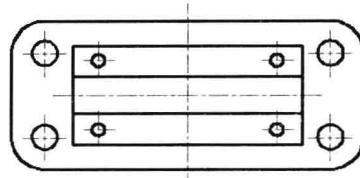

图 11-1-15
(16) 在“修改”面板中，单击“偏移”按钮 偏 ，命令行提示“指定偏移距离或 [通过(T)/删除(E)/图层(L)] <通过>”，输入“12.5”，按Enter键。单击矩形的上边线，在其下面单击，单击矩形下边线，在其上面单击，按Enter键，如图 11-1-15 所示。